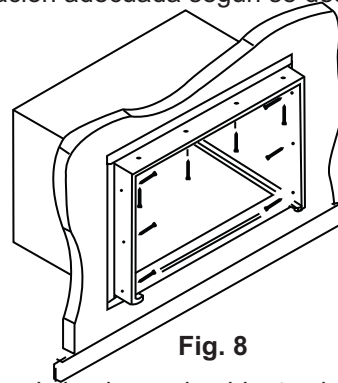

Fig. 8
5. Atornille o clave el bastidor de madera del gabinete con calces si el bastidor es más grande para eliminar distorsión. Consulte la Fig. 8. Recuerde mantener la inclinación adecuada según se describe en el Paso 3.